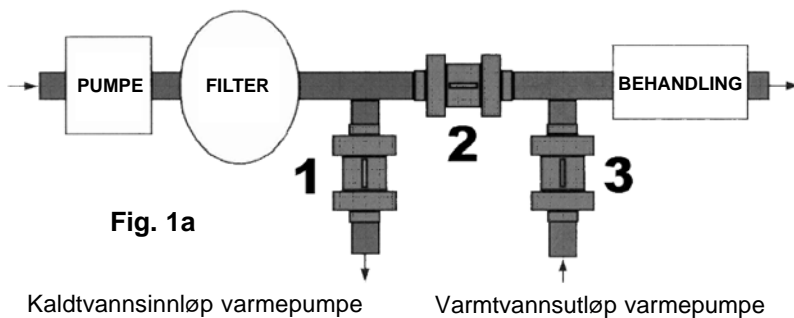

Fig. 1a
- 100% åpen, kuleventil nr. 1 og nr. 3 (se Fig. 1a)
- Om nødvendig juster pumpeytelsen med kuleventil nr. 3 (Se Fig. 1a)
- Isoler sirkulasjonspumpen ved å stenge de to kuleventilene (bypass) nr. 1 og nr. 3 (Se Fig. 1a) og å åpne kuleventilen nr. 2 (Se Fig. 1a).